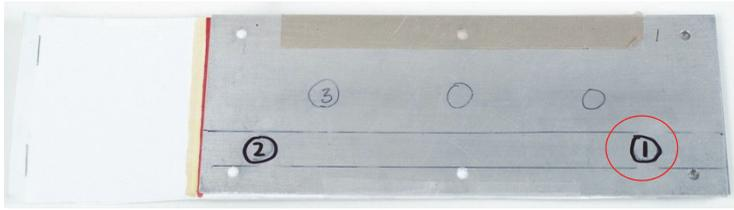

Figura 5-100 Posición 1 del estándar de calibración
3. Coloque la sonda en la posición 1 del estándar de calibración (vea la Figura 5-100 en la página 218). Después, manteniendo firmemente la sonda sobre el estándar de calibración, pulse la tecla A-LIFT NULL ()